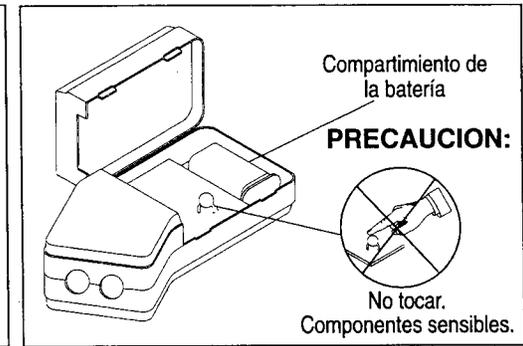

Figura 7
- El compartimiento de la batería está situado en la mitad inferior del estuche, como se indica en la Figura 7. Conecte una nueva batería alcalina de 9V al cable de conexión en espiral.